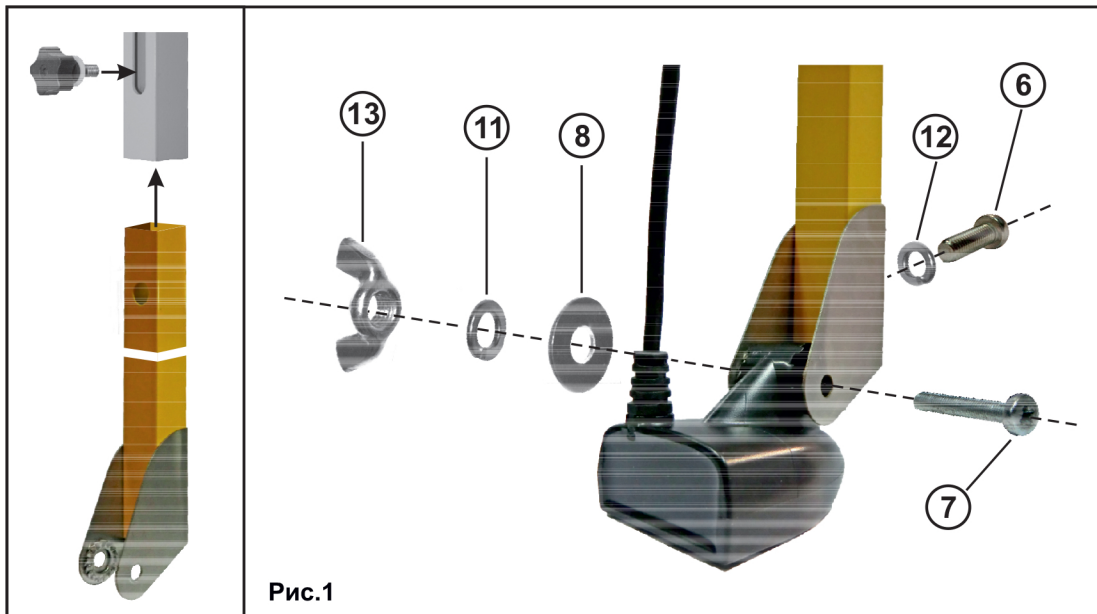

Рис.1
1. Датчик эхолота крепится с помощью **насадки из нержавеющей стали (4)** (рис.1)
### Установка датчика с помощью насадки из нержавеющей стали (4) (рисунок 1)